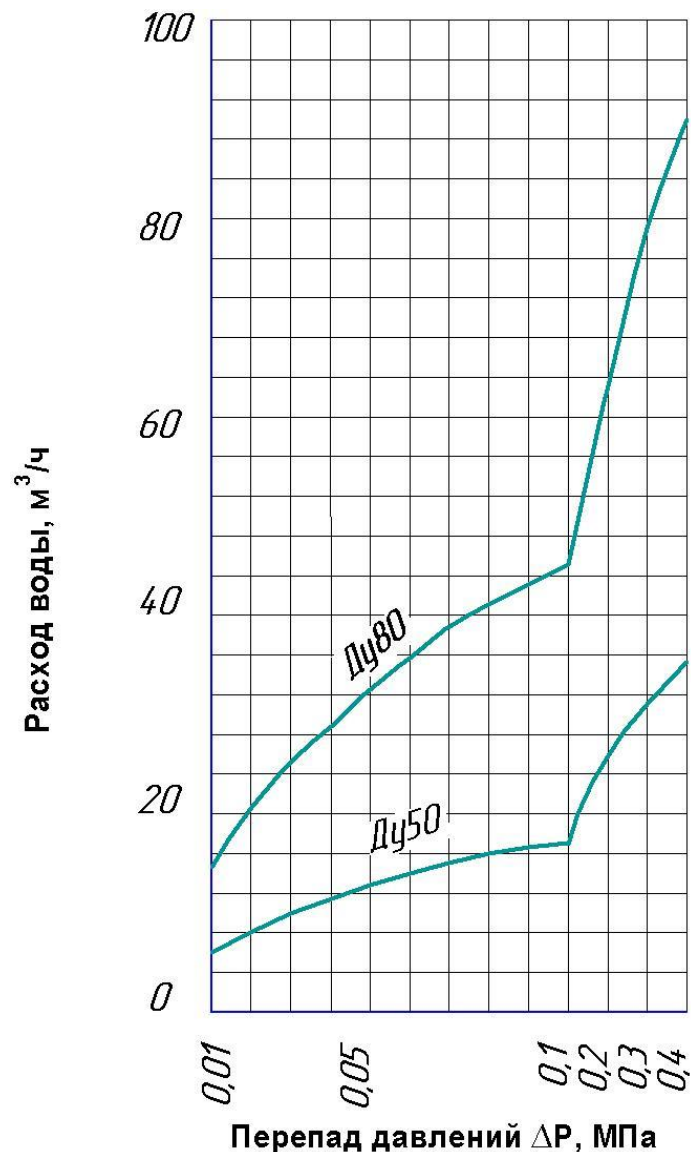

Рис. 3 Диаграмма выбора клапанов КРП-50Мд Ду50.80
Диаграмма выбора клапана в зависимости от перепада давления представлена на рис.3.
6.7 Электрический привод должен подсоединяться к сети и внешним управляющим системам в соответствии со схемой подключения, приведенной на рис.3.